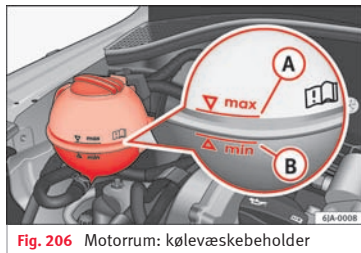

Fig. 206 Motorrum: kølevæskebeholder
- Kontroller kølevæskestanden på kølevæskebeholderen » Fig. 206. Når motoren er kold, skal kølevæskestanden være mellem markeringerne **B** (min.) og **A** (maks.). Når motoren er varm, kan kølevæskestanden godt være over markeringen **A** (maks.).
- Læg en klud på kølevæskebeholderens dæksel » Fig. 206, og skru det forsigtigt af.
Påfyld ikke kølevæske over mærket **(A)** (max) **» Fig. 206!** Overskydende kølevæske trykkes under opvarmning ud af kølesystemet via overtryksventilen i dækslet til kølevæskebeholderen.